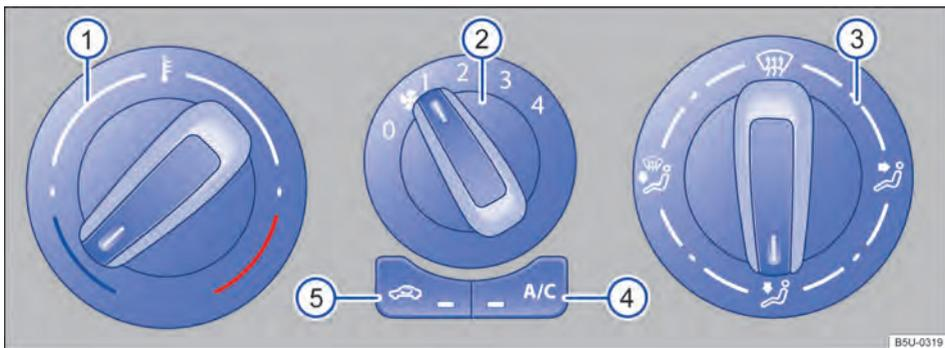

Fig. 76 Comandos do ar-condicionado.
- *Ar-condicionado*: girar o regulador do ventilador para o nível 0 → Fig. 76 (2).
- *Ar-condicionado*: girar o regulador rotativo esquerdo → Fig. 76 (1) para regular a respectiva temperatura.
- *Ar-condicionado*: girar o regulador do ventilador → Fig. 76 (2).
No modo de recirculação de ar, não chega ar externo ao interior do veículo → Fig. 76.
- *Ar-condicionado*: girar o regulador da direita → Fig. 76 (3) para posição desejada.
- Girar o botão da distribuição de ar → Fig. 76 ③ para a posição , nesta posição o modo de recirculação de ar é automaticamente desligado.
- Girar o botão do ventilador ② no nível 3 ou 4.
- Girar o botão da temperatura ① para a posição desejada.